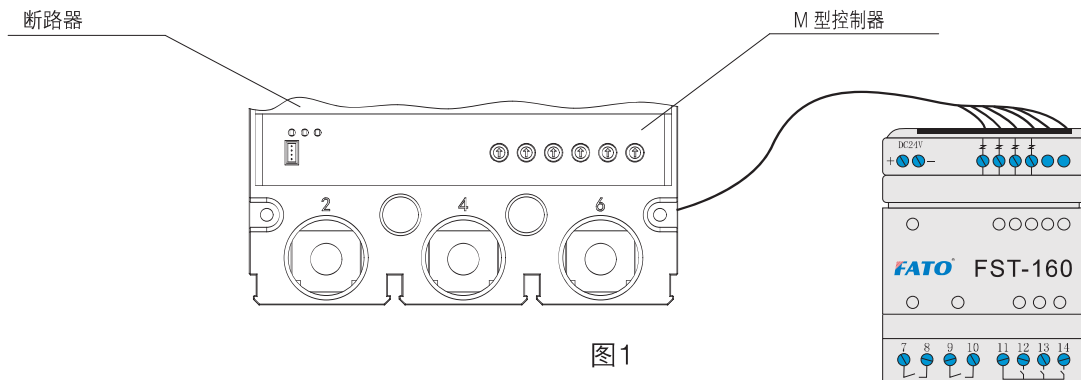

图1
- f. 可选功能：预报警、脱扣报警、接地报警(四极断路器)等光隔信号输出。这时需采用FST160型控制模块。连接方式见图1。
断路器与FST-160型控制模块连接方式(见图1)
• 脱扣特性曲线见图1